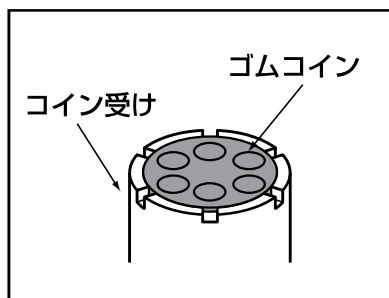

図7
- ゴムコインがコイン受けに入っていることを、確認してください。 図7 参照